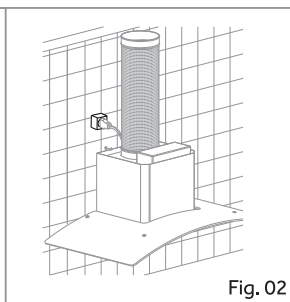

Fig. 02
8. Faça a instalação prévia da tomada de alimentação elétrica sob a cobertura dos Dutos de Inox. Fig. 02;